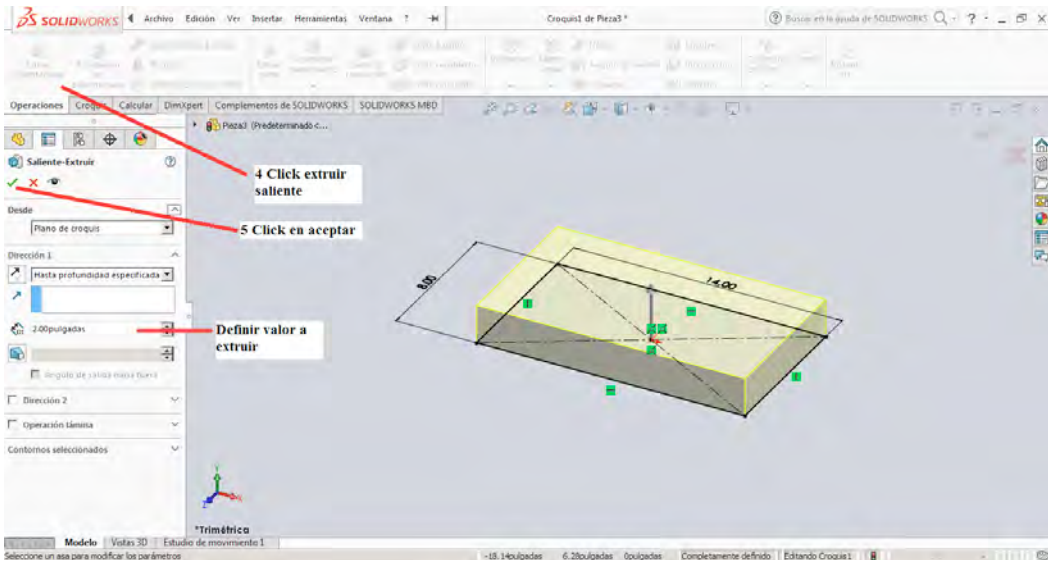

Figura 2-10
4. Posterior a la obtención del croquis 2D, se selecciona la pestaña de operaciones y se realiza click sobre la herramienta Extruir Saliente Base y se especifican los parámetros de la extrusión para este caso será de un valor de 2 Pulgadas como se muestra en la figura 2-10.